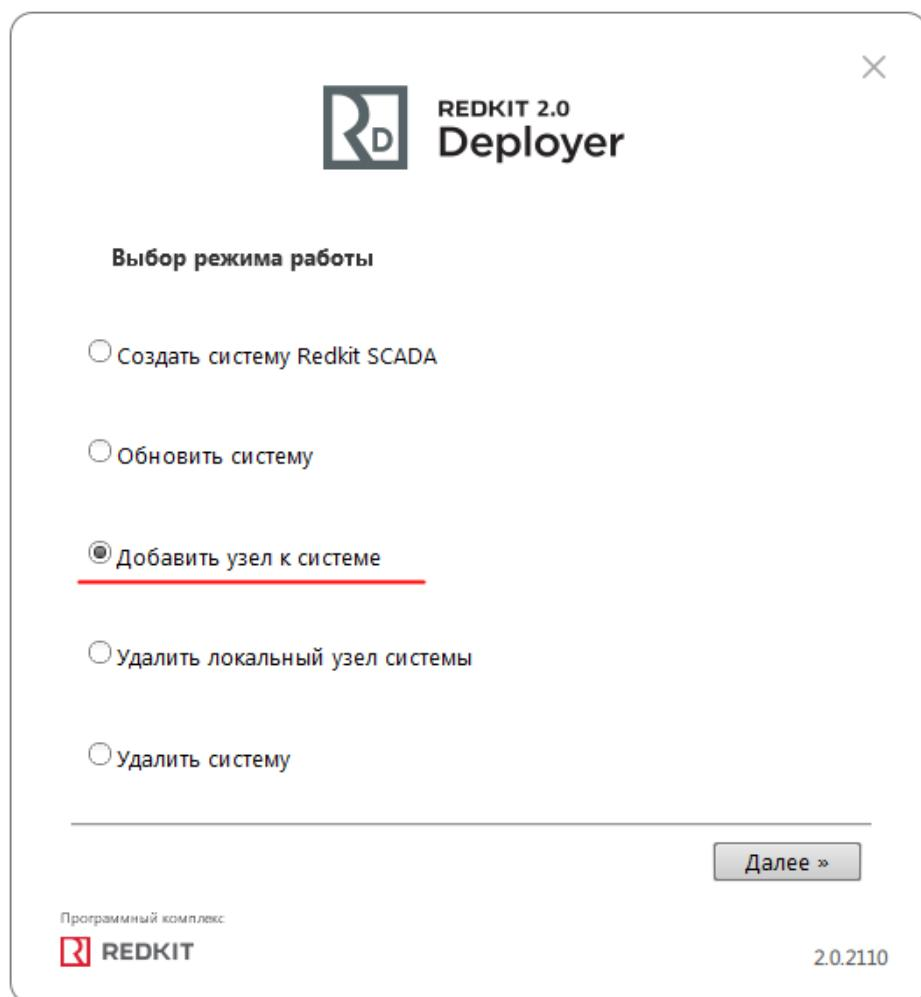

Рисунок 57 - Выбор режима работы
3. Выберите режим работы **Добавить узел к системе** и нажмите **Далее** (Рисунок 57).